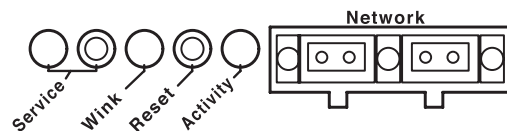

Figura 3.3. El panel de usuario RMS
El panel de usuario de la tarjeta RMS se muestra en la Figura 3.3.
**NOTA:** Los indicadores LED y botones del panel de usuario de la tarjeta de comunicación RMS mostrados en la figura 3.3 son usados exclusivamente por RMS, y no tienen efecto sobre la actividad acústica o eléctrica del altavoz UPJ-1P mismo – a menos que se habiliten las funciones MUTE o SOLO en la tarjeta y en el software RMS.